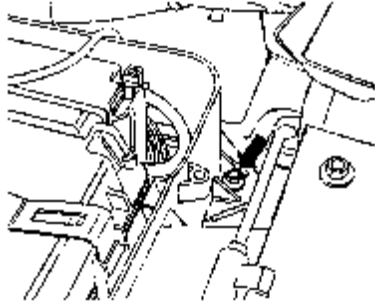

图 11-39 取下保护罩
⑥如图 11-39 所示，拧开保护罩上的六角螺母（图中箭头所示）。从橡胶支座中取出保护罩，并向前旋压保护罩。